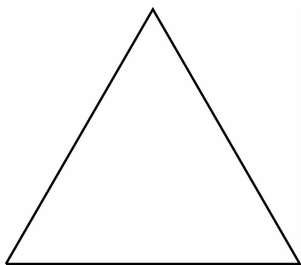

图 2-56 绘制正三角形
- (1) 新建图形文件。
- (2) 新建“粗实线”图层和“细实线”图层。
- (3) 用“多边形”命令绘制正三角形，如图 2-56 所示。